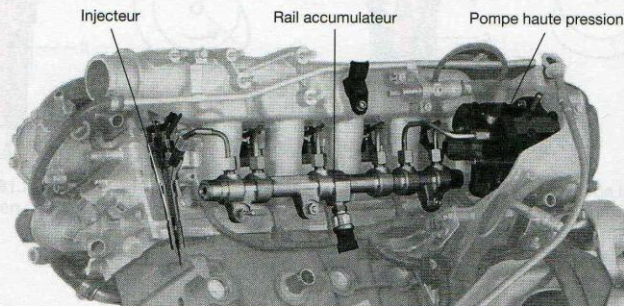

Figure 82.2. Implantation d'un système « rail commun » Bosch (common rail) sur un moteur diesel à injection directe (Doc. Bosch)
- facilité d'adaptation (fig. 82.2) sur les moteurs à injection directe sans grosses modifications (contrairement à l'*injecteur-pompe*, voir *fiche 78*) ;